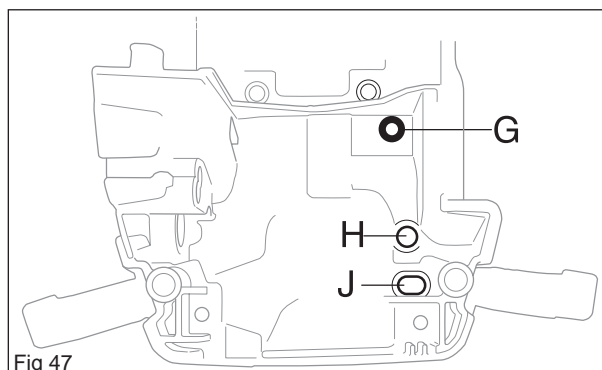

Fig 47
2. Soulever l'unité motrice au dessus du réservoir et introduire le tuyau de carburant (dans J), le tuyau de retour (dans H) et le câble d'accélération (dans G) au fond du carburateur. (voir la figure 47)